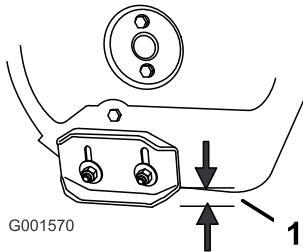

Figure 24
1. Desserrez les écrous qui fixent les deux patins aux côtés de la vis sans fin jusqu'à ce que les patins puissent coulisser aisément vers le haut et vers le bas (Figure 24).